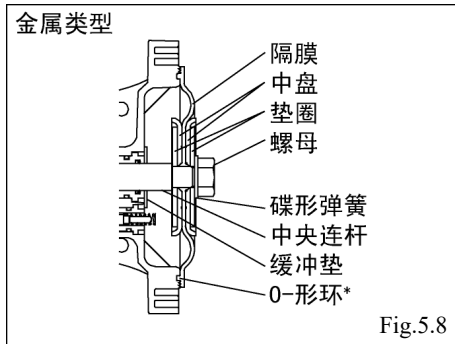
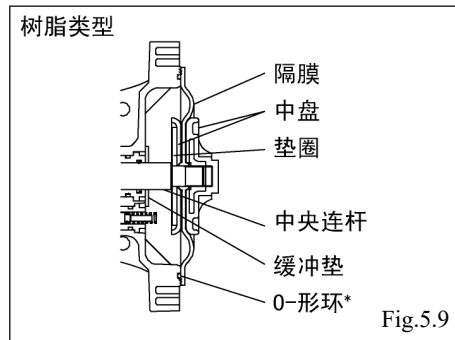

Fig.5.8
Fig.5.9
- 对TPEE和TPO隔膜则要在壳体两侧的※部位里安装O-形环。〈Fig.5.8〉〈Fig.5.9〉
- BP□和BV□类型要使用PP扳手(专用工具: 零部件代码771244)紧固中盘。〈Fig.5.9〉
- 单边拉出隔膜，(B□H、B□S、B□H/T除外)在Fig.5.8的状态下安装外壳。临时固定螺栓、螺母。
- 拉出另一侧的隔膜，让隔膜反转(B□H、B□S、B□H/T除外)，在Fig.5.8的状态下安装外壳。临时固定螺栓、螺母。